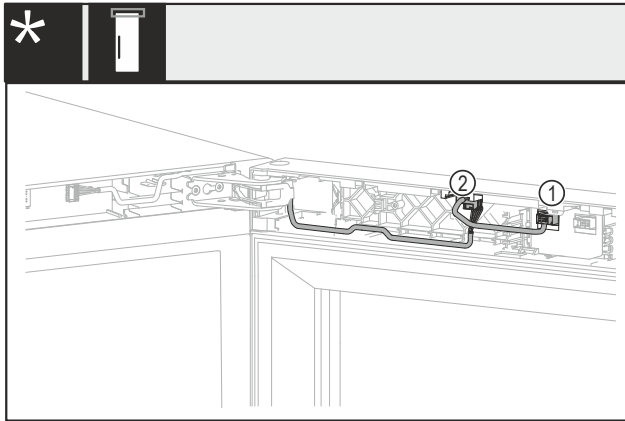

Fig. 18 Pa bravë ose me bravë mekanike*
- Tërhiqni jashtë spinën Fig. 18 (1).*
- Tërhiqni jashtë spinën Fig. 18 (2).*